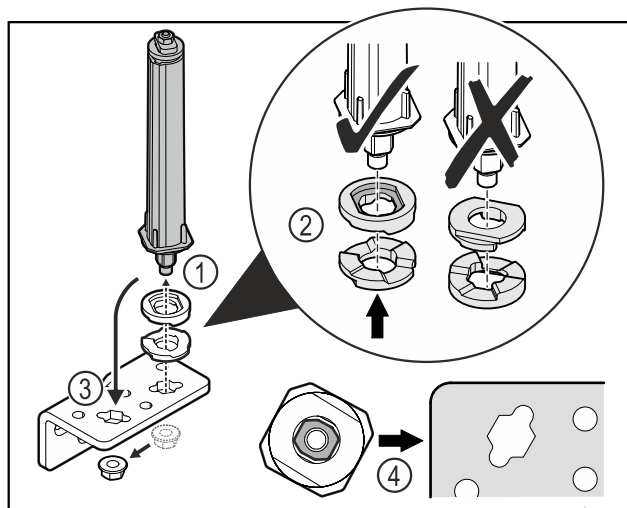

Fig. 37
- ▶ Moer losmaken en deursluitsysteem verwijderen Fig. 37 (1).
- ▶ De correcte uitlijning van de hoogte-instelschijven in acht nemen Fig. 37 (2).
- ▶ Deursluitsysteem in de scharnierhoek verplaatsen en met de moer vastzetten Fig. 37 (3).
- ▶ Bij het plaatsen de correcte uitlijning van het deursluitsysteem in acht nemen Fig. 37 (4).